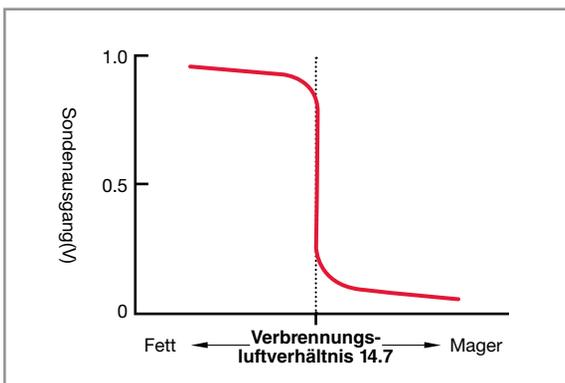

Abb. 6: Ausgabe Zirkonium-Sonde.
- > **Zirkonium-Sonden** geben eine kleine Spannung zwischen 0 V und ca. 0,8 V aus. Der Übergang von niedriger auf hohe Spannung erfolgt um $\lambda = 1,00$ (Abb. 6).